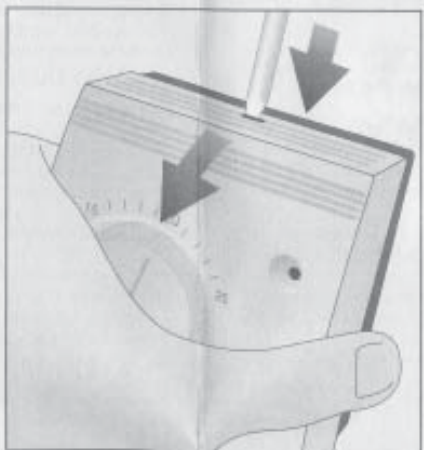
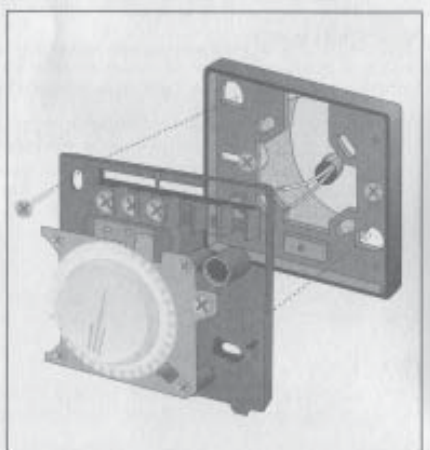

fig.8 - εικ. 8
fig.9 - εικ. 9
B) Séparer le socle du couvercle en effectuant, à l'aide d'un tournevis, une légère pression sur les clips en plastique (fig.8). Utiliser les vis à votre disposition (fig.9) d'un diamètre maximum de 3,5mm) pour fixer le thermostat sur le mur ou sur le socle universel en option.
Séparer le socle du couvercle en effectuant, à l'aide d'un tournevis, une légère pression sur les clips en plastique. (fig.8)
Tourner le bouton jusqu'au cran correspondant à la température souhaitée. Retirer ensuite le couvercle en appuyant sur le mécanisme de fixation. (fig.8) Introduire les deux accessoires (voir chapitre "Accessoires sur demande") de chaque côté du système de blocage métallique, afin de bloquer le bouton dans la position choisie (fig.15); replacer ensuite le couvercle sur le produit.